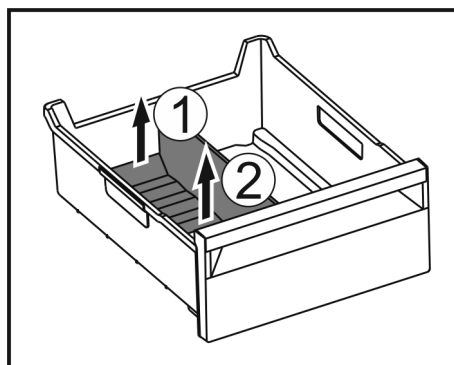

Fig. 195
- Podnieść tylną część separatora do szuflady na lód. Fig. 195 (1)
- Separator do szuflady na lód podnieść do góry. Fig. 195 (2)